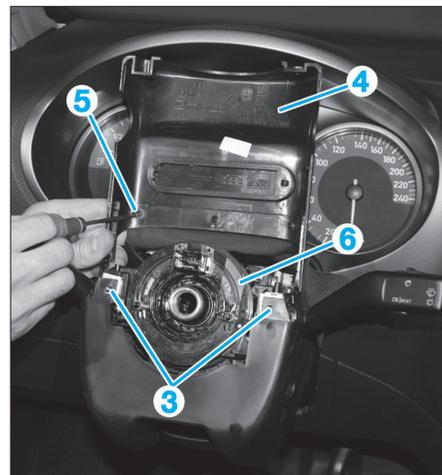

Fig. 6
- Déposer les vis (3) de fixation des coquilles de colonne de direction (Fig.6).